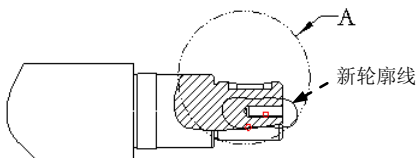

图 3.10.7 绘制轮廓线
Step4. 如果想改变原来的轮廓线, 可在系统 在当前视图上草绘样条来定义外部边界 的提示下, 绘制图 3.10.7 所示新的封闭样条线以定义放大视图的轮廓, 单击中键结束绘制 (在绘制边界线前, 不需选择样条线的绘制命令, 而是直接单击进行绘制)。